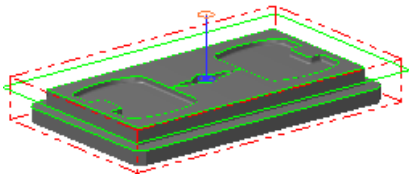

图 20.23 刀具路径
(2) 设置刀具号码。在“定义刀具-机床群组-1”对话框中的
(3) 设置刀具的加工参数。单击“定义刀具-机床群组-1”对话框中的
(4) 设置冷却方式。在 按钮，系统返回至“定义刀具-机床群组-1”对话框。
Step6. 单击“2D 刀具路径 – 钻孔/全圆铣削 深孔钻-无啄孔”对话框中的 按钮，完成加工参数的设置，此时系统将自动生成图 20.23 所示的刀具路径。